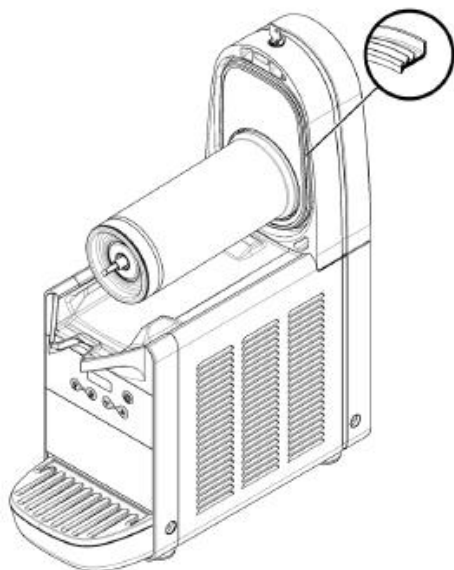

Рисунок 10
- 4 Установите прокладку чашки в гнездо. Примечание: широкое ребро прокладки должно быть обращено к стенке (см. рисунок 10).